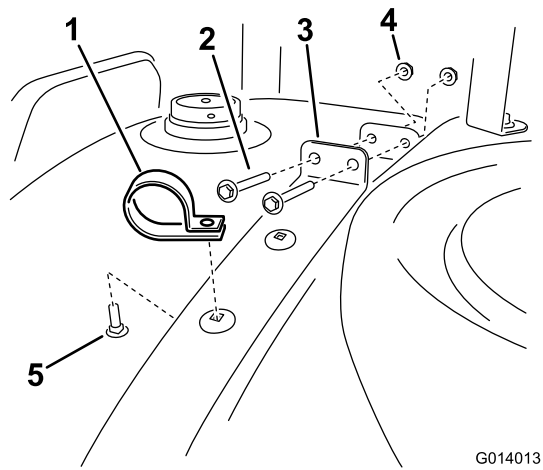

Рисунок 22
2. Приподнимите хомут от поверхности бака так, чтобы можно было установить новый болт в отверстие хомута, расположенного на левой стороне бака, в верхней четверти, как показано на Рисунок 22.
- Установите хомут бака на место. Установите снятые ранее болты крепления хомута к баку и затяните их (Рисунок 22). Убедитесь, что хомут надежно закреплен на баке. **Не перетягивайте**